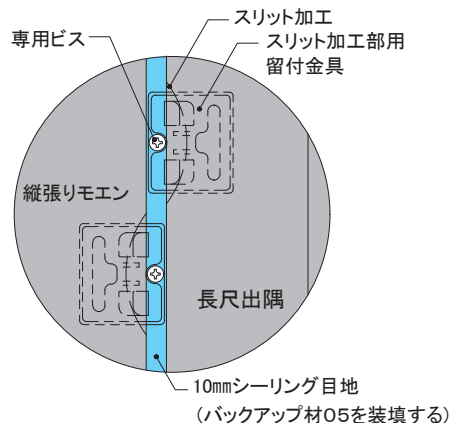

図3 目地部詳細
- 出隅側と本体側で金具の位置をずらして施工します(図3)。
●金具施工後、バックアップ材05を装填して、ニチハシーリングを充填します(図3)。